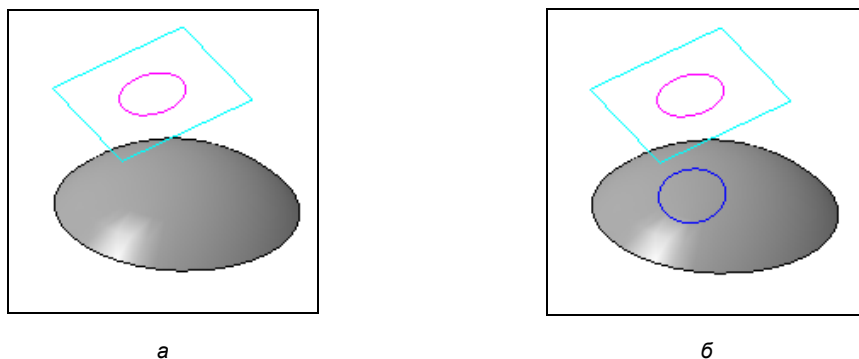

Рис. 7.3. Модель полусферы (а) и проекционная кривая квадрата (б)
Для построения проекционной кривой создайте модель полусферы и на смещенной плоскости квадрат, как на рис. 7.3, а.
- ◆ нажмите кнопку **Создать объект** для создания проекционной кривой. У вас должен получиться результат, подобный представленному на рис. 7.3. В окне модели появится проекционная кривая, а в Дереве модели — ее пиктограмма.